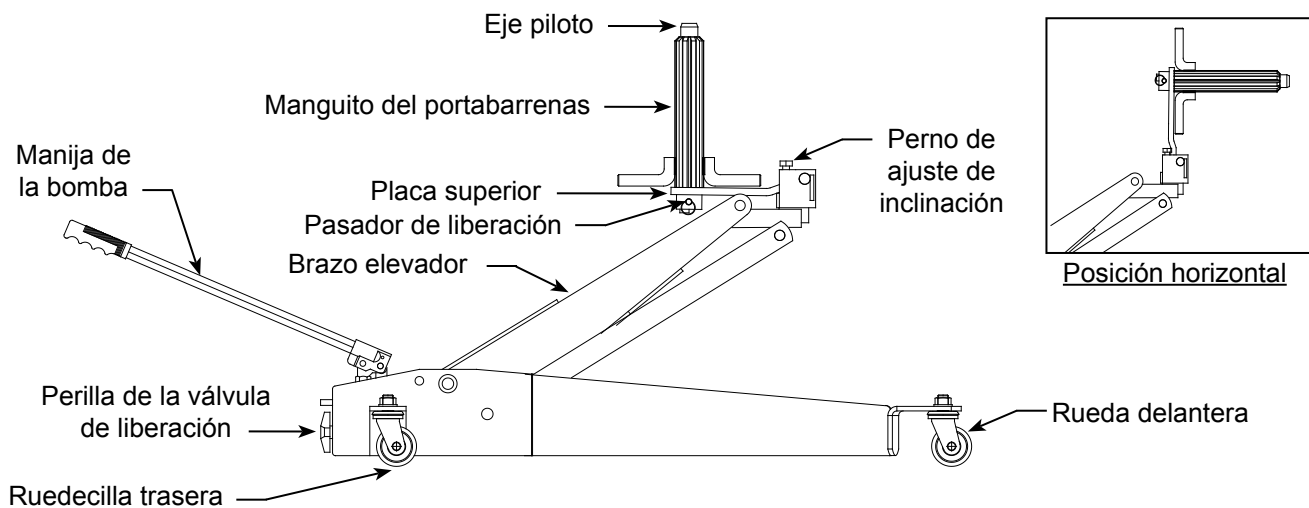

Figura 1: componentes del modelo 40500
- Para familiarizarse con el funcionamiento básico, ubique y gire la perilla de la válvula de liberación (consulte la Figura 1):